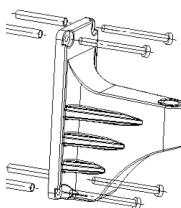

Fig.1
4. Prawidłowo przykręć wspornik za pomocą czterech wkrętów samogwintujących (Rys. 1).